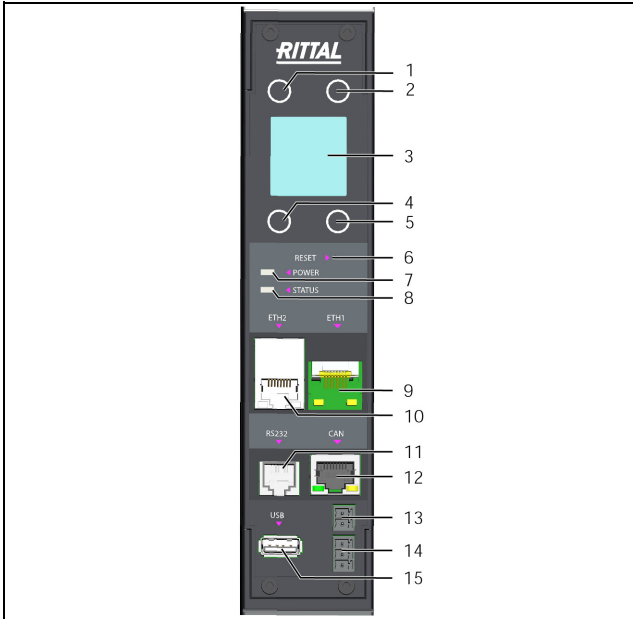

Imagen 4: Elementos de mando e indicación, así como conexiones de la unidad de proceso CMC III edición 19"
Tras conectar la unidad de proceso CMC III edición 19" a la alimentación se iluminará el led verde (imagen 4, pos. 7) y el sistema de la unidad de proceso CMC III edición 19" se inicia de forma automática. Cuando la red está conectada se iluminan los leds link y los de estado del casquillo RJ 45 (imagen 4, pos. 9 y 10).
Tras unos segundos, el multi-led para la indicación de estado empieza a parpadear en azul, indicando que el proceso de arranque se encuentra en marcha (imagen 4, pos. 8).
- Conecte una de las interfaces Ethernet «ETH1» o «ETH2» (imagen 4, pos. 9 o pos. 10) a través de un cable de red con conector RJ 45 a la estructura de red disponible.
La interfaz CAN-Bus (imagen 4, pos. 12) permite la conexión de una amplia gama de sensores, actuadores y sistemas para el control de accesos (cf. sección 13 «Accesorios»).
En la salida de relé libre de potencial es posible establecer la conexión de una fuente de señalización externa para la indicación de alarma (imagen 4, pos. 14).
Existe la posibilidad de conectar a entrada digital un contacto de conexión libre de potencial respectivamente, para por ej. analizar la salida de indicación de fallo de un aparato externo (imagen 4, pos. 13).